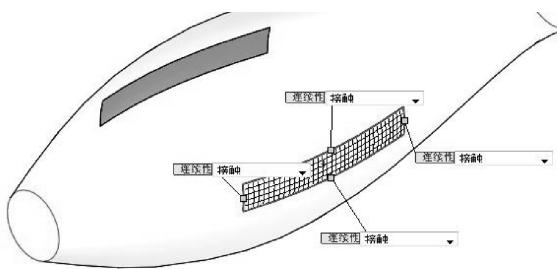

图 4-48 选择要变形的曲面
- 06 单击【自由形】按钮，打开【自由形】属性面板。选择分割后的曲面进行变形，如图 4-48 所示。